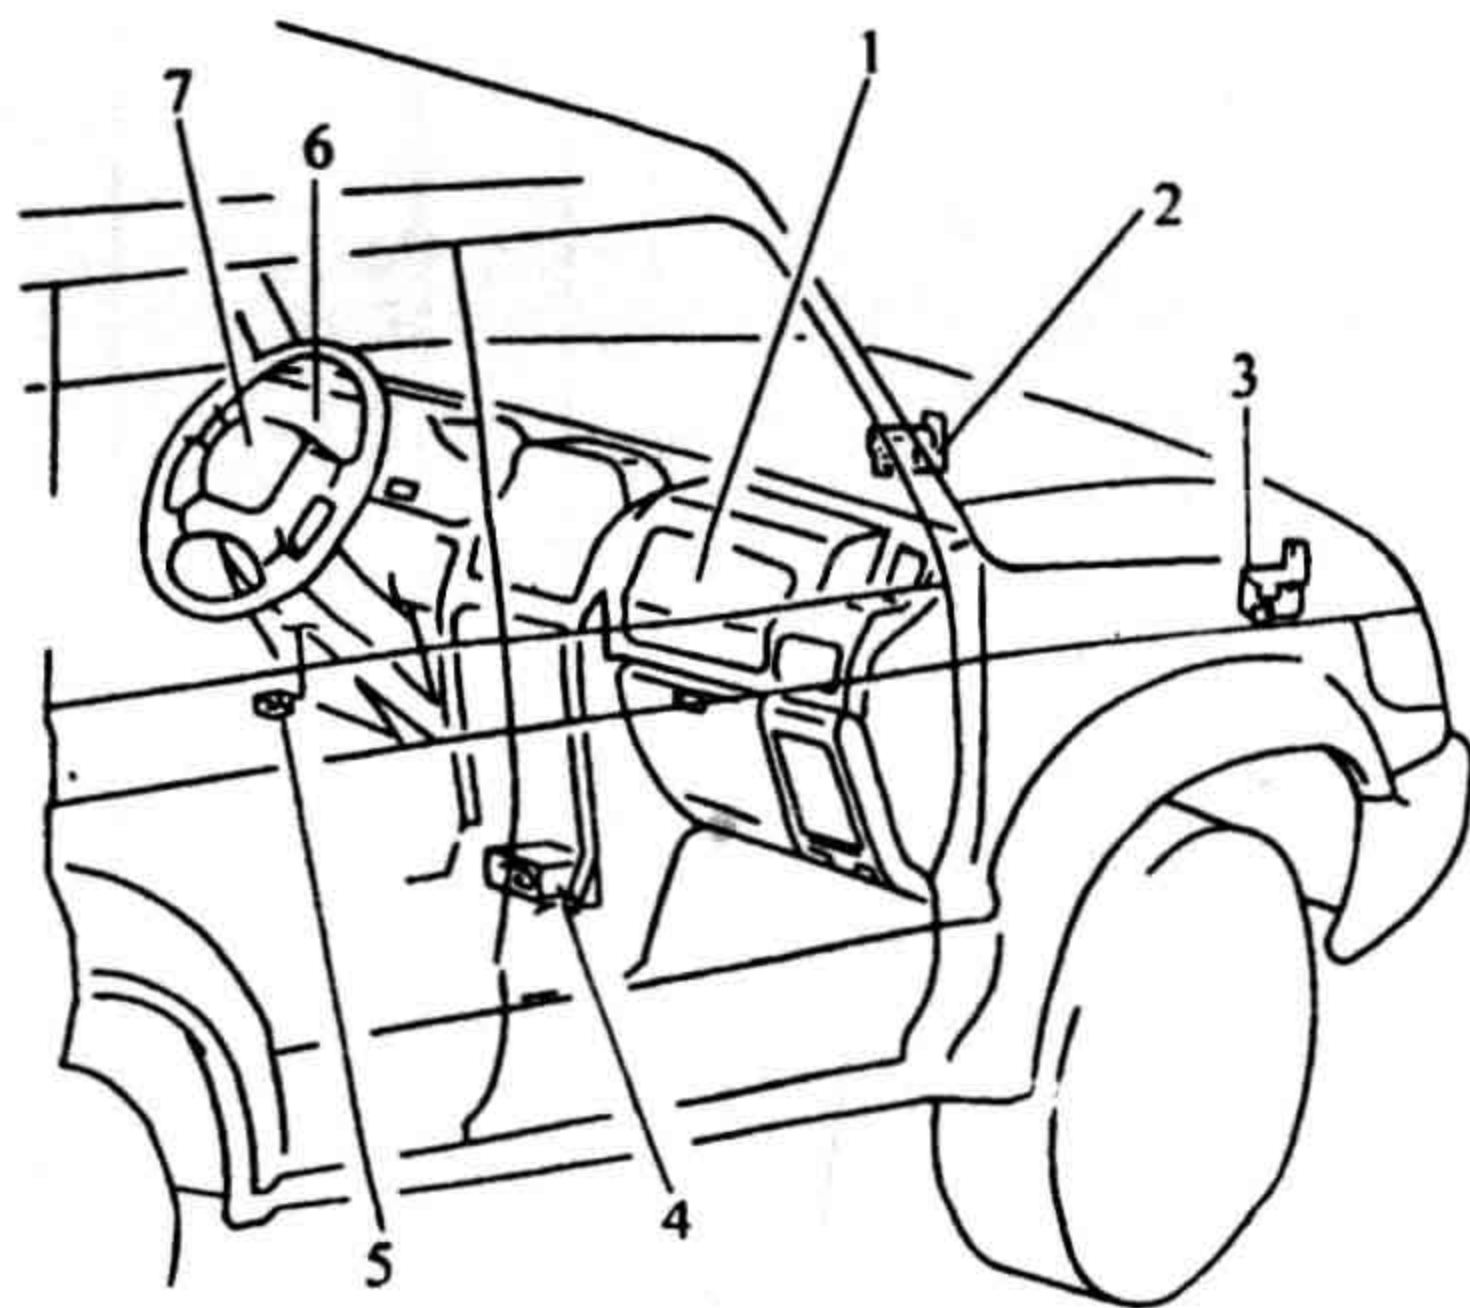

图 3-3-21 三菱 Montero 轿车 SRS 系统部件在车上的位置
三菱 Montero 轿车 SRS 系统由 SRS 警示灯、驾驶员侧安全气囊模块、乘员侧安全气囊模块、转向线盘、SRS 安全气囊控制单元 (ECU) 等组成。如图 3-3-21 所示。一个安全碰撞传感器和一个模拟式碰撞传感器包含在 SRS ECU 中。
(1) SRS 警示灯。当点火开关在接通或起动位置时, 组合仪表板上的 SRS 警示灯应点亮约 7s 然后熄灭。这表明 SRS ECU 已检测到 SRS 工作正常。若 SRS 警示灯闪烁、或在所有时间内一直亮, 或不能点亮, 都表明 SRS 系统有故障。
(2) 前碰撞传感器。前碰撞传感器安装在汽车前部左右护板下面, 如图 3-3-21 所示。碰撞传感器为惯性开关式, 其结构和工作原理如前所述。
(3) 安全气囊模块。安全气囊装在安全气囊模块中, 安全气囊模块装在转向盘中央。安全气囊内装有类似炸药的化学药品 (叠氮化钠等) 及引信, 引信的电流由 SRS ECU 供给。当汽车发生碰撞事故时, 撞碰传感器输出减速度信号给 SRS ECU, SRS ECU 判断减速度超过设定的限值时, 则指令引信引爆, 使化学药品燃烧。整个燃烧过程约在 0.05s 内完成, 在 30ms 内使安全气囊完全充满气, 冲开转向盘上的盖, 在驾驶员